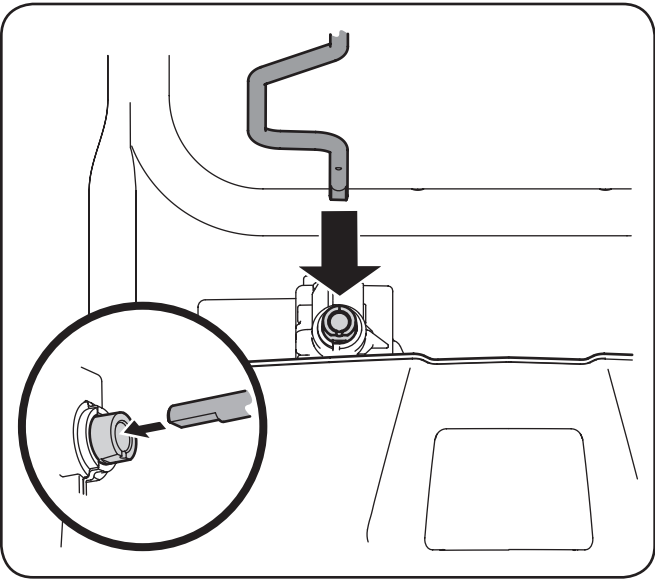

Figure 3-8
5. Enfoncez l'autre extrémité de la tige de commande de la goulotte dans le raccord sous le panneau de bord. Vérifiez que les extrémités plates de la tige et du raccord sont bien alignées. Il faudra peut-être tourner la tige pour que les deux surfaces s'alignent. Voir l'encadré de la Figure 3-8.